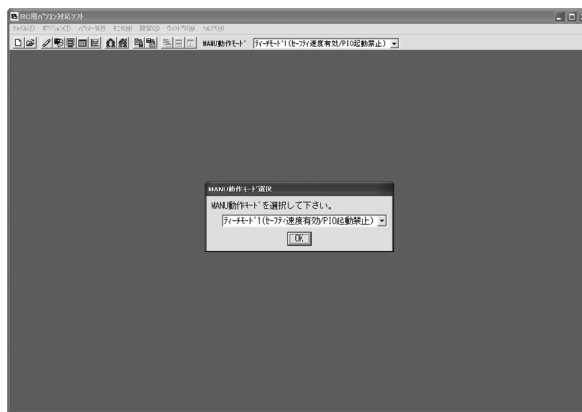

図 1.53 マニュアル動作モード 選択画面
- ⑤接続軸のチェックが完了しますと、メイン画面が表示されるとともに、図 1.53 に示されるマニュアル動作モード を選択する画面が表示されます。